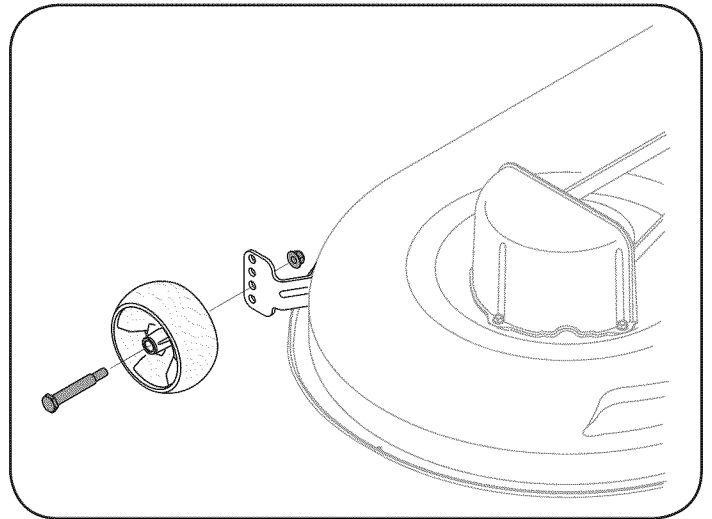

Figura 4
- b. Retire las ruedas de calibración delanteras y traseras retirando las contratuercas y los tornillos con reborde que las sujetan a la plataforma. Vea la Figura 4.